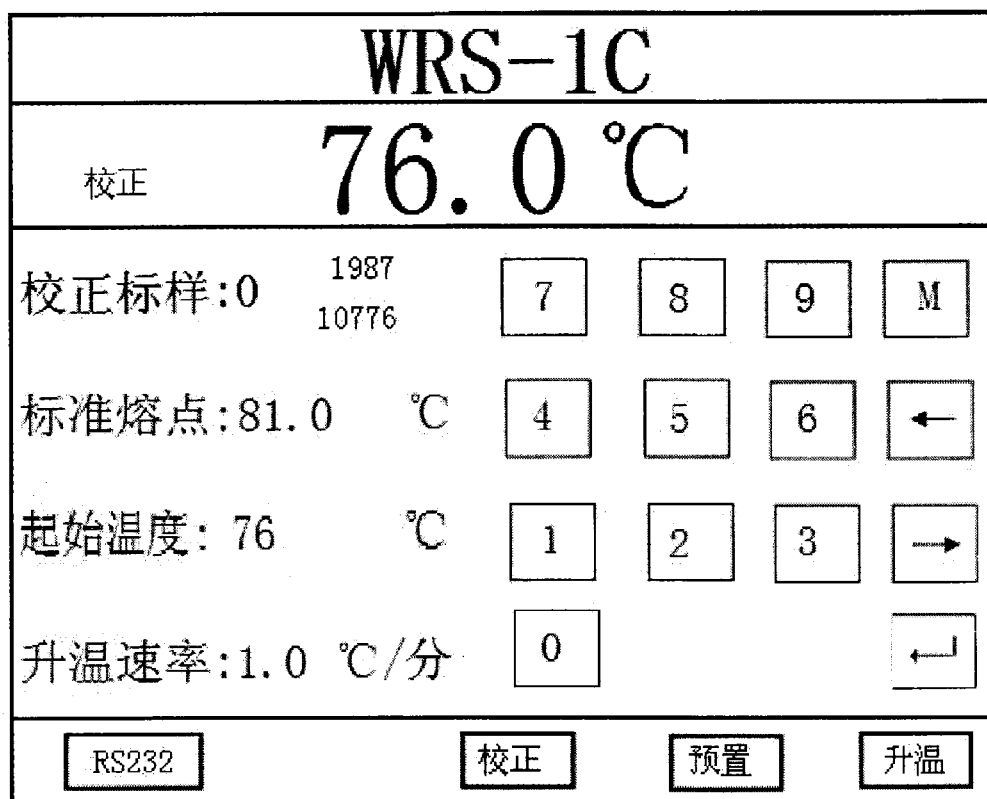
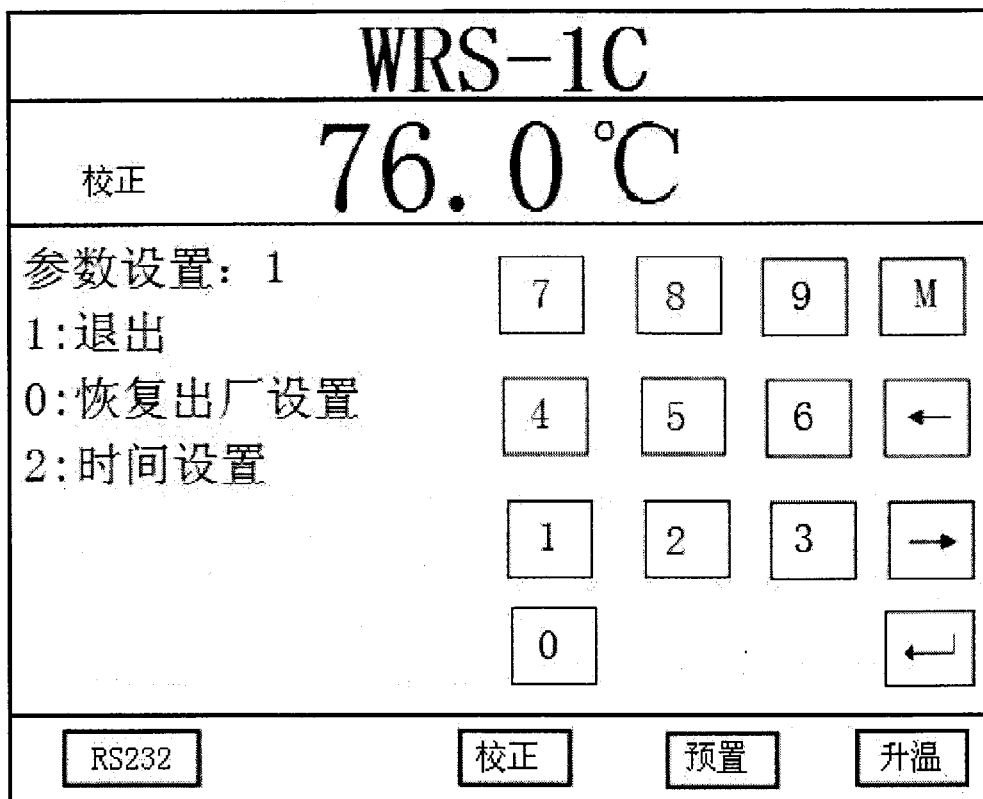

图 11
图 15
1. 按“校正”键，进入如图 11 校正显示界面。
接着仪器回到图 11 显示状态,可以继续进行下一个样品的校正操作。如要退出校正可按“校正”键。此时新的校正系数生效并将自动保存,仪器断电也不会丢失。
4. 在按“校正”键进入如图 11 校正显示界面时按“3”键进入图 15 所示参数设置界面。